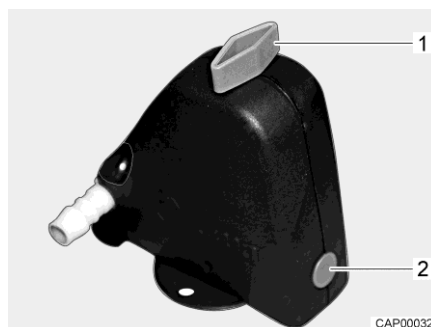
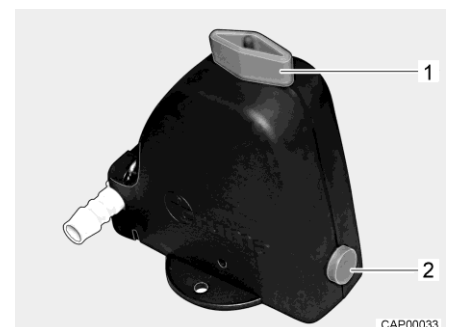

Bild 157 Säkerhets-/avtappningsventil stängd
Bild 158 Säkerhets-/avtappningsventil öppen
- Öppna säkerhets-/avtappningsventil (Bild 157). Vrid vredet (Bild 157,1) mot säkerhets-/avtappningsventilen. Tryckknappen (Bild 157,2) skjuts ut. Den öppna säkerhets-/avtappningsventilen visas i Bild 158.